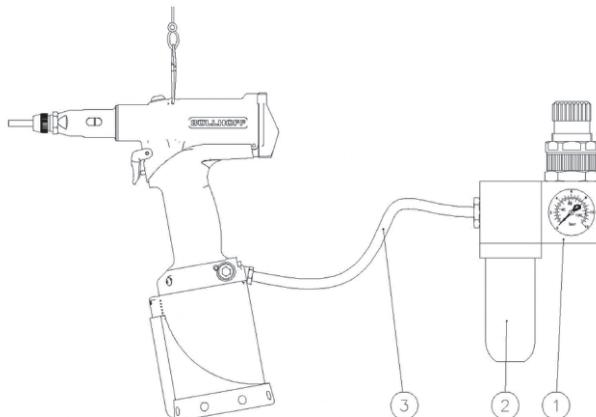

Figure 7 - Raccordement en air
**Nous recommandons l'emploi d'unités de traitement d'air comprenant la lubrification (Rep. 2 Figure 7), la filtration et la régulation de pression sur le circuit d'alimentation en air (Rep. 1 Figure 7).**
Tous les flexibles d'air DOIVENT IMPERATIVEMENT avoir un diamètre intérieur (Rep. 3 Figure 7) minimum de 6,4 mm ou ¼ de pouce. Un raccord rapide et/ou une vanne de coupure d'air comprimé doit/doivent être accessible par l'utilisateur.